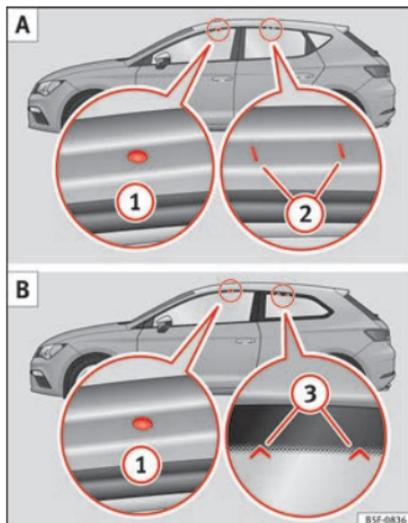

Abb. 187 Leon/Leon SC: Befestigungspunkte der Längsstangen für Dachträger.
Die vorderen und hinteren Befestigungspunkte ① und ② sind nur bei geöffneten Türen zu sehen »» **Abb. 187 A**.
Die vorderen Befestigungspunkte ① sind nur bei geöffneten Türen sichtbar. Die hinteren Befestigungspunkte ③ sind an ihrem oberen Rand des Seitenglases mit Pfeilspitzen markiert »» **Abb. 187 B.**